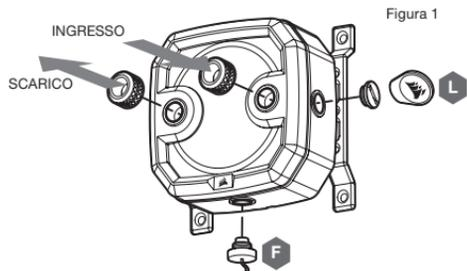

Figura 1
1. Installare i due (2) raccordi filettati CORSAIR XF G1/4 BSPP appropriati (non inclusi) nelle porte del serbatoio e stringerli manualmente. Non utilizzare alcun attrezzo (ad esempio pinze) (Figura 1).